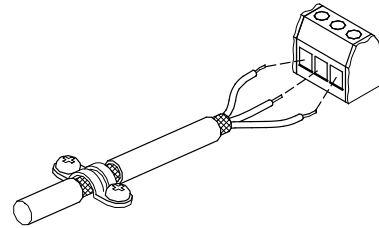

Abb. 13 Abisoliertes Kabel mit Abschirmung und Leiteranschluss
- Der Schirm der Kabel ist an beiden Enden großflächig an Masse anzuschließen. Dabei ist auf eine gute Masseverbindung zu achten. Die Abschirmung ist so dicht wie möglich an den Anschlussklemmen aufzulegen, Abb. 13.